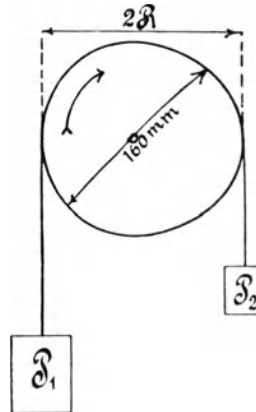

Fig. 60.
199. Ein Reihenelektromotor soll gebremst werden. Zu dem Zweck wird gemessen: die Klemmenspannung $e = 100$ [120] (220) V, die Stromstärke $i = 10$ [12] (8) A, die Tourenzahl $n = 1500$ [1800] (1200) pro Minute, der Anker- und Magnetwiderstand $w_a + w_m = 2$ [1] (1) Ω , die Bremsgewichte $P_1 = 6$ [7,5] (15,5) kg, $P_2 = 0,8$ [1] (2,5) kg und der Scheibendurchmesser $2R = 160$ mm. (Fig. 60.)